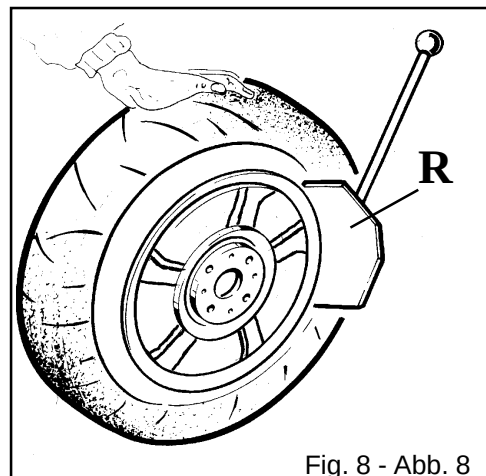

Fig. 8 - Abb. 8
- Scegliere la posizione delle griffe più indicata alla misura del cerchio da bloccare tra le tre proposte sotto (Fig. 8)